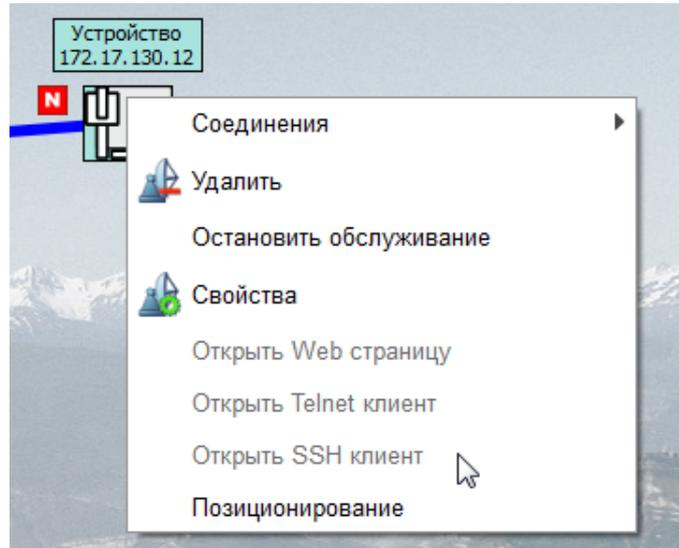

Рис. 43
4.2.6.4. Свойства устройств данной сети показаны на рис. 42. Для организации клиентского доступа управления к устройству необходимо выбрать маркеры соответствующего доступа и настроить атрибуты доступа. Если не разрешен ни один из способов управления устройством, то контекстное меню будет выглядеть, как показано на рис. 43.